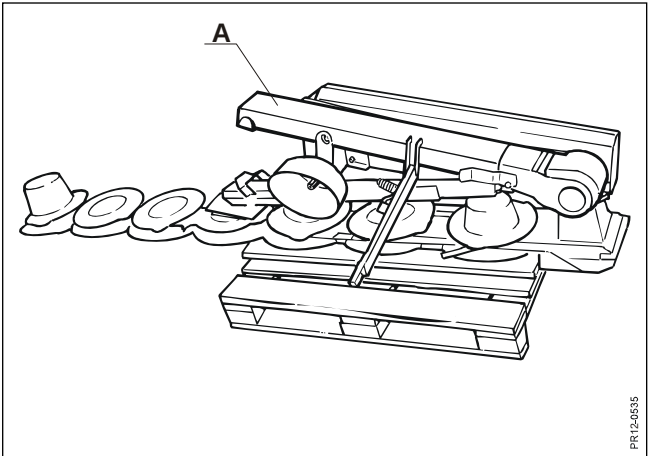

Fig. 1-1
- Fig. 1-1:** Ta loss alla delar från transportförpackningen.